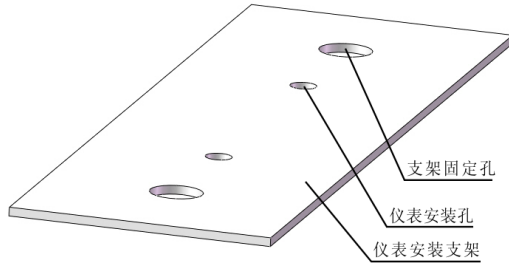

图 4.2.3
(1) 仪器安装支架如下图 4.2.3 所示，根据现场情况可水平或垂直安装。